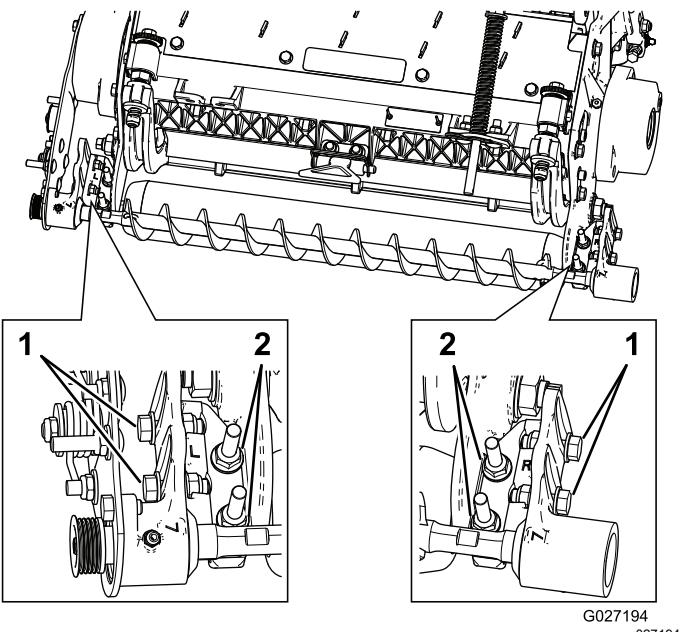

Figura 11
- Alentate i 2 dadi di bloccaggio flangiati che fissano la staffa di montaggio della spazzola per rullo alla piastra laterale dell'apparato di taglio (Figura 11).
- Girate l'alloggiamento del cuscinetto della spazzola per rullo fin quando la piastra della spazzola non risulta parallela alla piastra laterale dell'apparato di taglio (Figura 11).
- Serrate i 2 dadi di bloccaggio flangiati che fissano la staffa di montaggio della spazzola per rullo alla piastra laterale dell'apparato di taglio (Figura 11).
1. Allentate i 2 bulloni che fissano ciascun alloggiamento del cuscinetto della spazzola per rulli alla staffa di montaggio della spazzola per rulli (Figura 11).